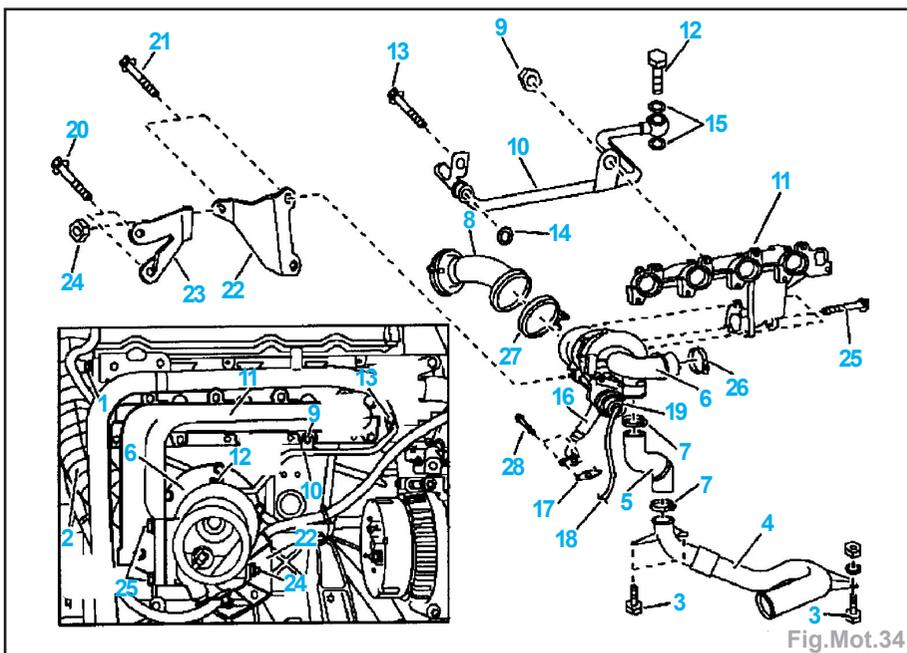

Fig.Mot.34
- Déposer (Fig.Mot.34) :
- le tuyau de suralimentation (4),
- le flexible d'air (5).